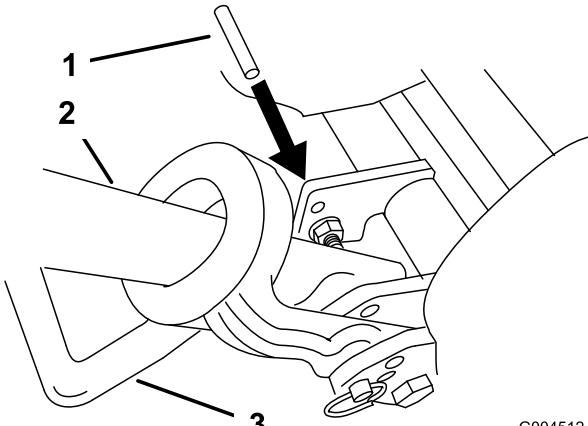

Figura 13
- Baje el soporte de pie. Inserte un pasador o similar de 6 mm de diámetro en el taladro del bastidor situado por encima del perno de montaje del soporte de pie (Figura 13).